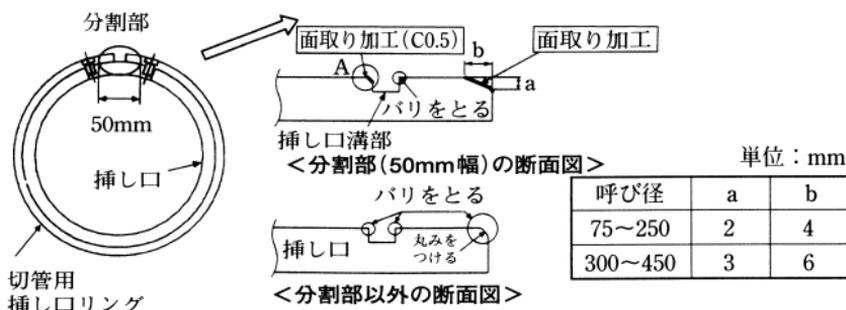

図58 挿し口のバリ取りおよび端面処理
- ③ やすりまたはグラインダなどを使用して、加工部に発生したバリを取り、挿し口端面に丸みをつける。また、図58のように、切管用挿し口リングの分割部が位置する箇所(幅50mm)の挿し口端面には、2×4mm(呼び径75～250)または、3×6mm(呼び径300～450)の面取り、挿し口溝部(A部)にC0.5程度の面取りを行う。
注意 切管用挿し口リングの分割部が位置する箇所の挿し口端面には、必ず図58に示す面取りを行ってください。面取りが不十分な場合、ゴム輪に傷がつき漏水する恐れがあります。